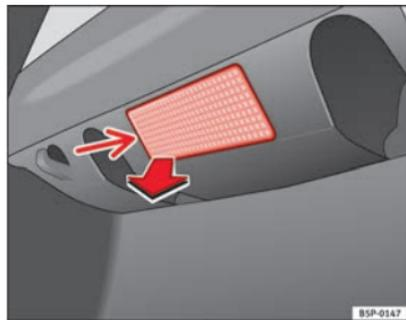

Fig. 166 Éclairage du coffre à bagages
- Retirez la tulipe en faisant pression sur le rebord de la partie intérieure de celle-ci -flèche- à l'aide d'un tournevis plat ⇒ fig. 166.